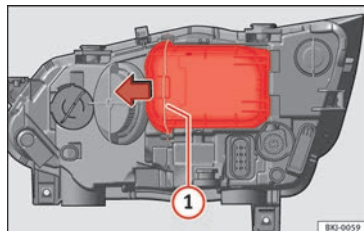

Abb. 110 Im Motorraum: Abdeckung entfernen.
- Verschieben Sie die Strebe » **Abb. 110** ① in Pfeilrichtung und nehmen Sie die Abdeckung ab.